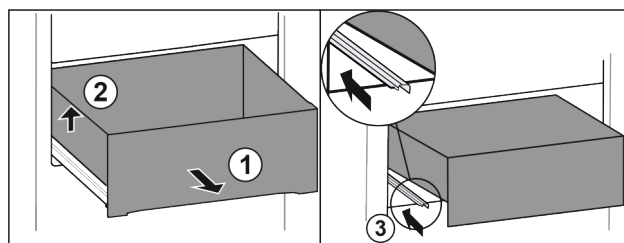

Fig. 127
- ▶ A fiókot ütközésig húzza ki. Fig. 127 (1)
- ▶ Emelje meg a fiók bal oldalát. Fig. 127 (2)
- ▶ Tolja be a bal oldali sínt. Fig. 127 (3)